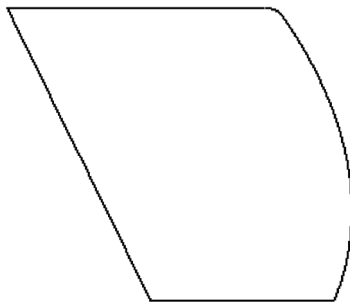

图 6-5 打开模型文件
STEP 01 单击快速访问工具栏中的“打开”按钮, 打开模型文件, 如图 6-5 所示。